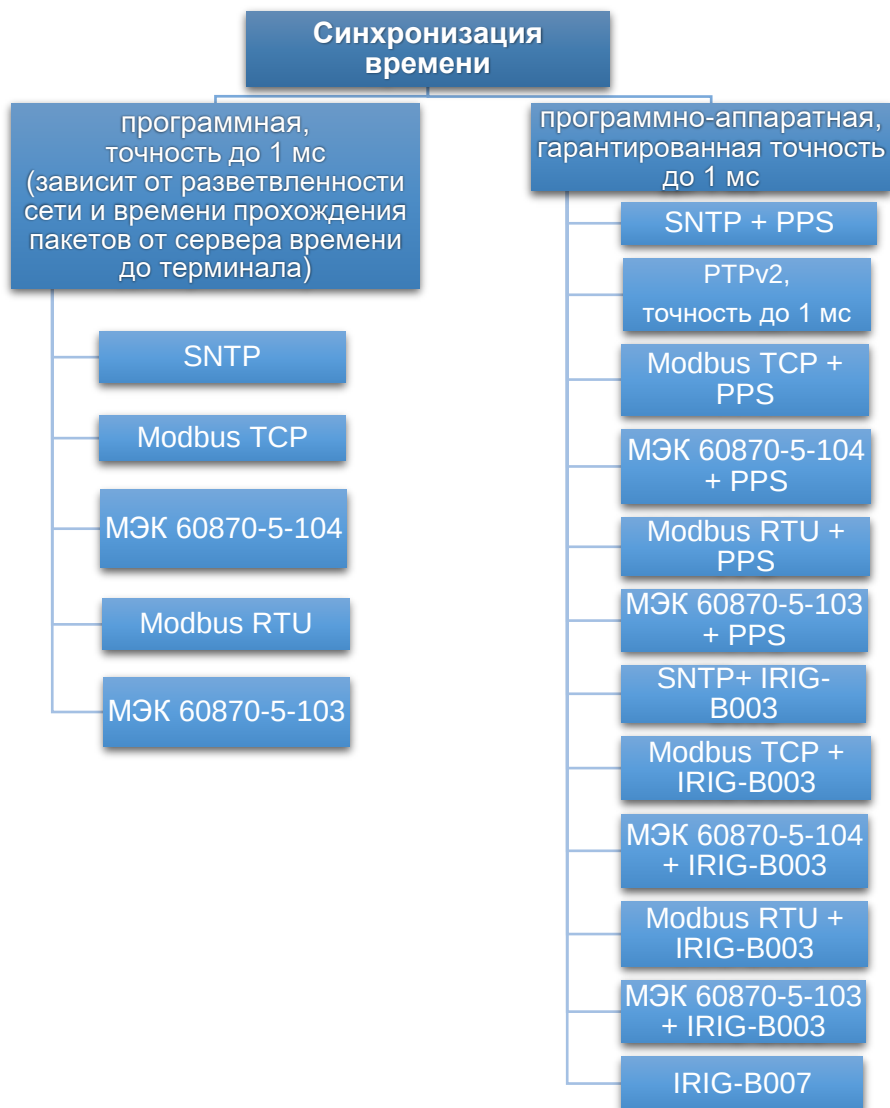

Рисунок 18 – Способы синхронизации времени
2.4.1.5 В соответствии с выбранным типом интерфейса и протоколом обмена обеспечивается программная или программно-аппаратная поддержка синхронизации времени внутренних часов терминала (см. рисунок 18).